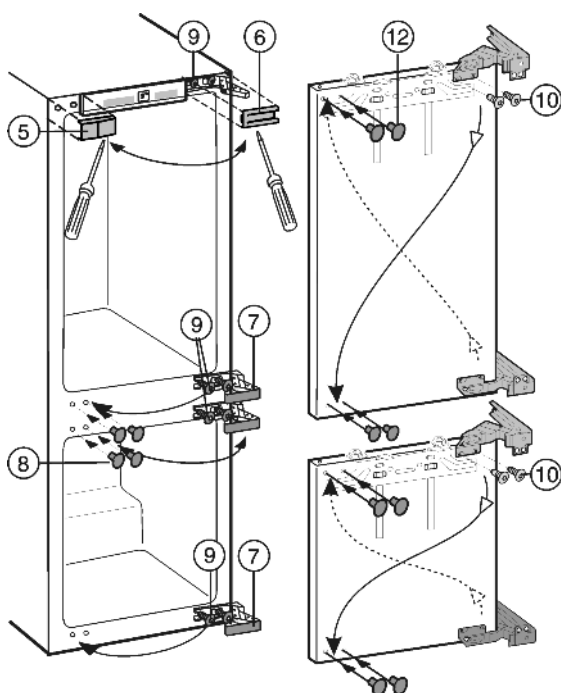

Fig. 4
- ▶ Afdekkingen Fig. 4 (5,6,7,8) met een schroevendraaier naar voor trekken en afnemen.
- ▶ Schroeven Fig. 4 (9) boven en onder aan het apparaat alleen losser draaien.
- ▶ Schroeven Fig. 4 (9) aan de andere kant aanbrengen, kort inschroeven.
- ▶ Schroeven Fig. 4 (10) losdraaien en de scharnieren diagonaal omklappen.
De schroeven Fig. 4 (10) zijn zelfsnijdend: accuschroevendraaier gebruiken.
- ▶ Met stoppen Fig. 4 (12) om de vrijgekomen bevestigingsgaten te dichtten.
- ▶ Deuren in de voormonteerde schroeven Fig. 4 (9) hangen en schroeven met **4 Nm** goed aandraaien.